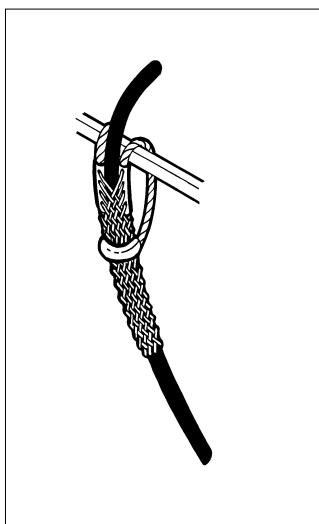

Fig. 1.16
- Fixer le coffret de commande (153) au milieu sur le garde-corps côté rue.
- Brancher le câble d'alimentation au coffret au moyen de la prise CEE. Le câble doit être attaché à la plate-forme au moyen d'une chaussette (Fig. 1.16). Pour les hauteurs supérieures à 100 m, vérifier l'effort de traction admissible sur le câble.